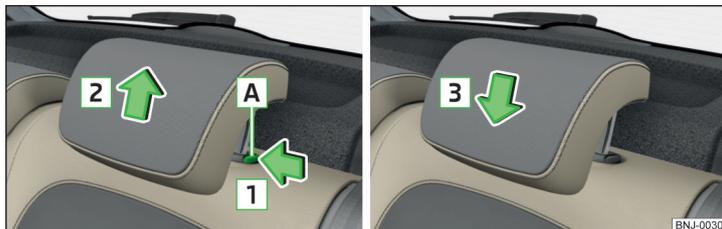

Fig. 62 Appuie-têtes : montage et démontage
- Appuyez sur la touche de sécurité **A** dans le sens de la flèche **1** et retirez les appuie-têtes dans le sens de la flèche **2** » fig. 62.
- Enfoncez l'appuie-tête dans le sens de la flèche **3**, jusqu'à ce que le bouton de verrouillage s'enclenche de façon audible » fig. 62.